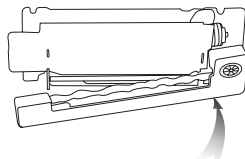

图3-7 装色带
3、装新色带盒：取新色带匣且带芯应拉直并对准打印机芯后，先将色带匣右端轻压套在机头齿轮的凸轴上，再轻压色带匣左端，使色带匣嵌入装平即可。如轻压色带匣右端下不去，则应取出色带匣并转动其转轴，再重新安装。如图3-7所示。